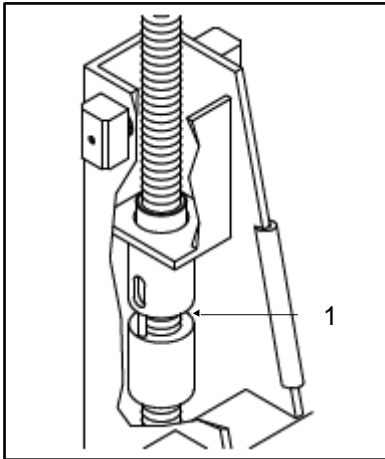

Fig. 16
- om lastens bärande mutter skadas, aktiveras en säkerhetsmutter (ref. 1, Fig. 16) automatiskt